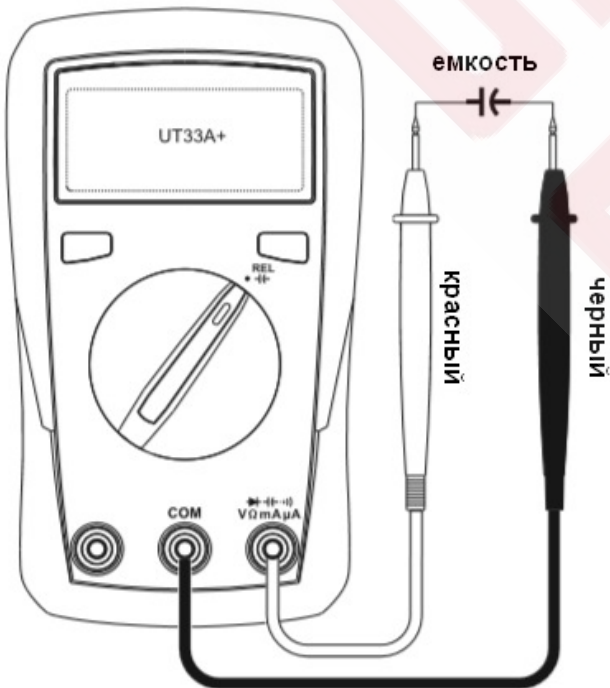

Рисунок 3
8.5. Измерение емкости (только в модели UT33A+) (см. рисунок 3)